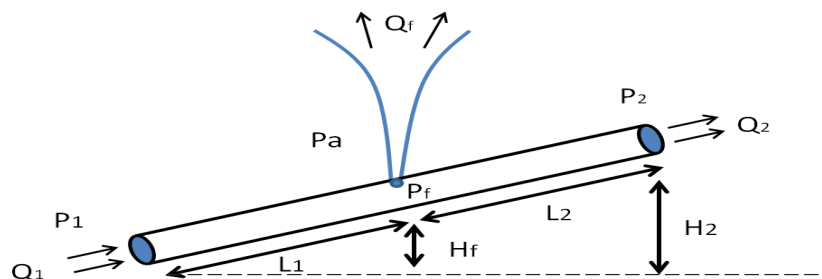
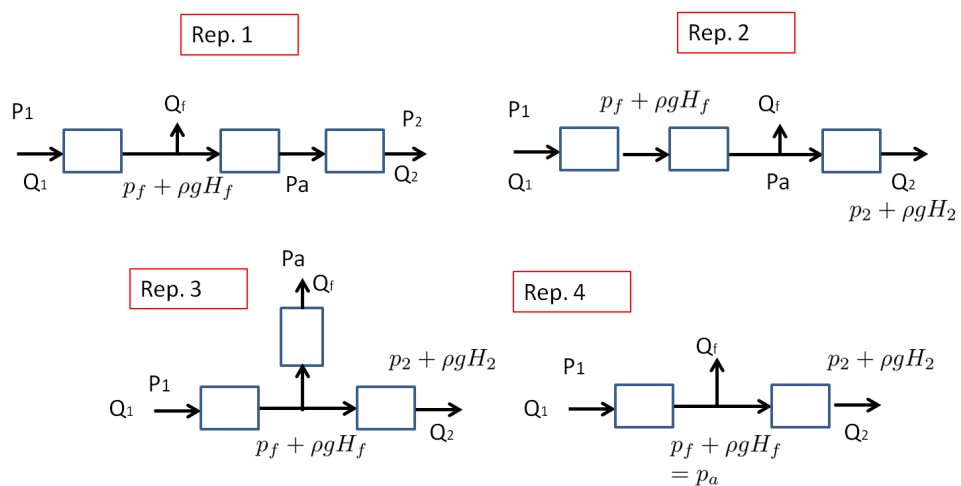

FIGURE 7 – *Représentation des circuits entre l'entrée à Fos et la vanne VL1.*
FIGURE 8 – *Choix du circuit*
7. Identifier sur la figure 8 le circuit électrocinétique équivalent correspondant au schéma de la figure 7 illustrant la fuite. Indiquer les pertes de charges associées aux pertes de charge régulières, λ_1 avant la fuite et λ_2 après la fuite, et la perte de charge singulière (K_{sing}) associée au trou dans la canalisation. Justifier vos choix.